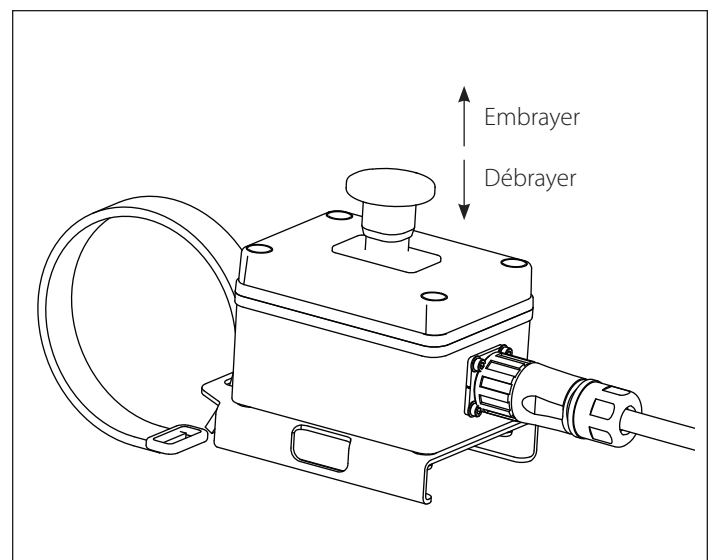

Figure 9
2. S'assurer que le commutateur d'embrayage de lame est en position DÉBRAYÉE. Voir Figure 9
2. Pour embrayer les lames de coupe, sortir/tirer le commutateur d'embrayage de lame sur le boîtier de commande. *Voir Figure 9*
3. Pour débrayer les lames de coupe, pousser/enfoncer le commutateur d'embrayage de lame sur le boîtier de commande. *Voir Figure 9*
- b. Placer la flèche d'attelage au-dessus du trou de décalage latéral souhaité sur le plateau d'angle du carter. *Voir Figure 9 et Table 1*